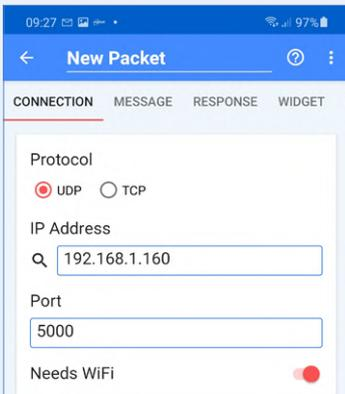

Bild 7. Konfigurieren der App.
- Klicken Sie auf das Zahnradsymbol und stellen Sie das Protokoll auf *UDP*, die *IP-Adresse* auf die IP-Adresse Ihres Raspberry Pi Pico (192.168.1.160 beim Pico des Autors) und den *Port* auf 5000 ein, wie in **Bild 7** gezeigt.